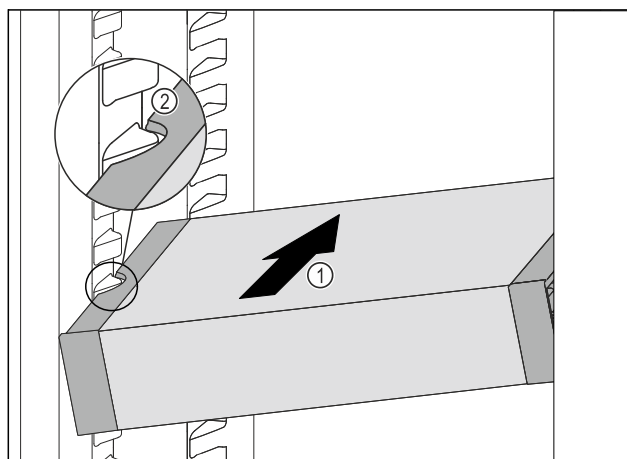

Fig. 191
- ▶ Zasuňte VarioSafe do chladničky pod úhlem tak Fig. 191 (1), aby vybrání na bocích Fig. 191 (2) VarioSafe byla na úrovni žebrování na nádoby v chladničce.